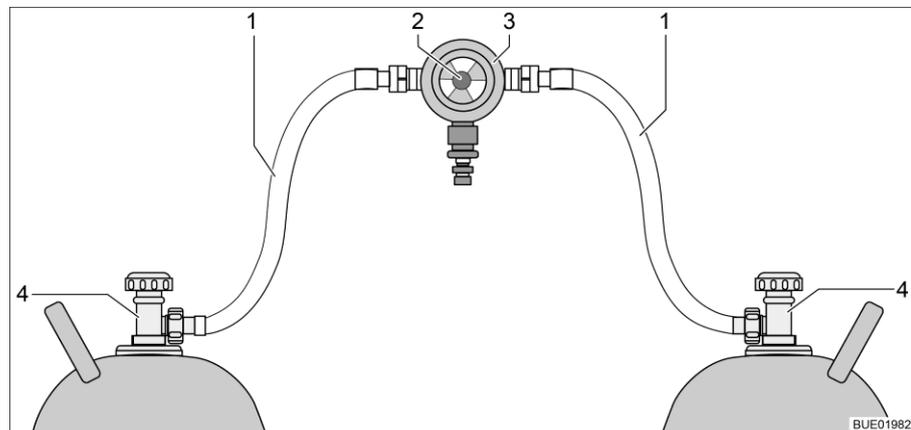
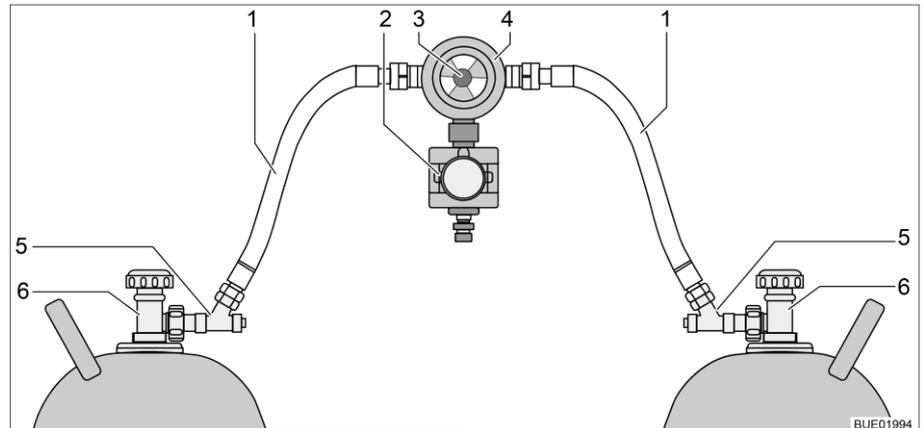

Fig. 64 Instalación de conmutación de bombonas de gas
Fig. 65 Instalación de conmutación de bombonas de gas con CPU
La instalación de conmutación de bombonas de gas consiste de un regulador de presión de gas combinado, con válvula selectora e indicador (Fig. 64,3). La instalación de conmutación de bombonas de gas está montada entre las dos gomass del gas (Fig. 64,1).
La instalación de conmutación de bombonas de gas consiste de un regulador de presión de gas combinado, con válvula selectora e indicador (Fig. 65,4) y una electroválvula (Fig. 65,2). En caso de una frenada a fondo, un accidente o una extrema posición inclinada, la electroválvula bloquea el suministro de gas al vehículo. La instalación de conmutación de bombonas de gas está montada entre las dos gomas del gas (Fig. 65,1) con dispositivos de seguridad en caso de rotura de manguera (Fig. 65,5).
Con el botón giratorio (Fig. 64,2 ó bien Fig. 65,3) en la instalación de conmutación de bombonas de gas se puede determinar cuál de las bombonas de gas se utilizará como bombona de servicio y cuál bombona de gas como bombona de reserva.
En la unidad de mando (Fig. 66) únicamente pueden conmutarse las funciones eléctricas. Las llaves de paso principales de las bombonas de gas (Fig. 64,4 ó bien Fig. 65,6) deben abrirse y cerrarse a mano.
- Abrir las llaves de paso principales en las bombonas de gas (Fig. 64,4 ó bien Fig. 65,6).
- Pulsar los dispositivos de seguridad en caso de rotura de manguera (Fig. 65,5), uno tras otro, por 10 segundos.
- Con el botón giratorio (Fig. 64,2 ó bien Fig. 65,3) en la instalación de conmutación, seleccionar la bombona de gas de la que habrá de tomarse el gas con prioridad (bombona de servicio). Girar el botón giratorio siempre hasta el tope.
- Cerrar las llaves de paso principales en las bombonas de gas (Fig. 64,4 ó Fig. 65,6).